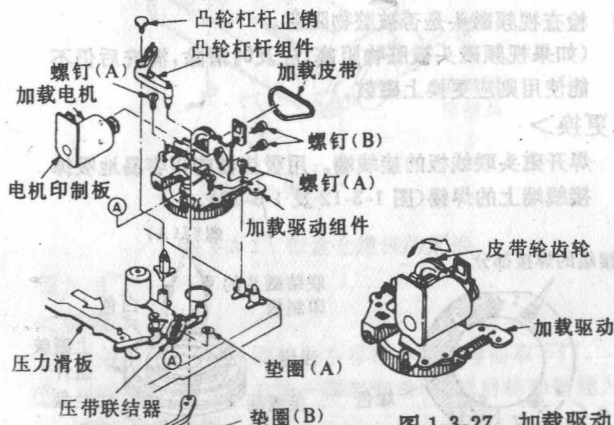

图1-3-26 加载电机的更换
- ① 从电机上拆下电机印制电路板,小心不要损坏引线(图1-3-26)。
- ② 拆下垫圈(A),拔下压带连接器。
- ③ 拆下凸轮杠杆止销和垫圈(B),向上取出凸轮杠杆组件。